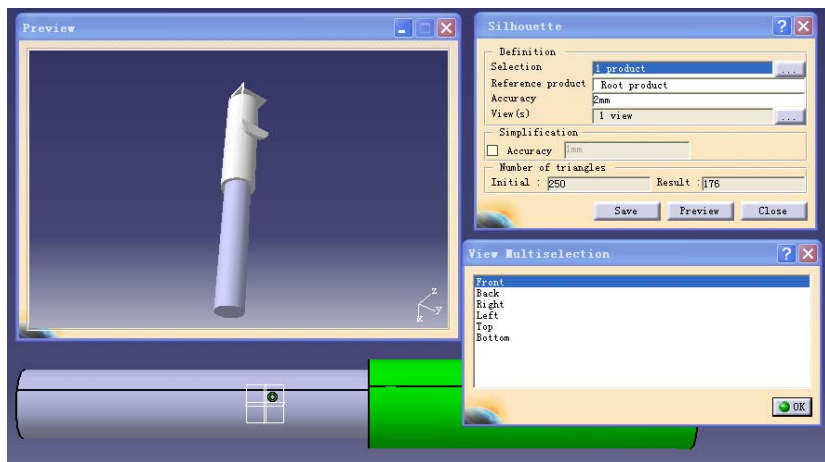

图 14-4
(3) 单击 Accuracy View(s)栏右侧 Select the view(s) 键时, 出现对话框, 选择 Front 后, 按 Preview 键, 出现 Preview 小窗口 (见图 14-4);